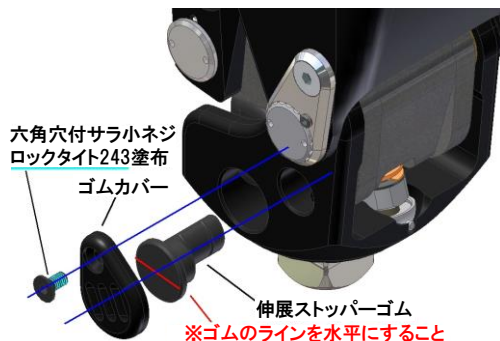

図19 伸展ストッパーゴムの交換
- 3 新しい伸展ストッパーゴスを図19に示す向きで挿入してください。このとき、膝継手をバウンスさせた状態ですと、入れやすくなります。